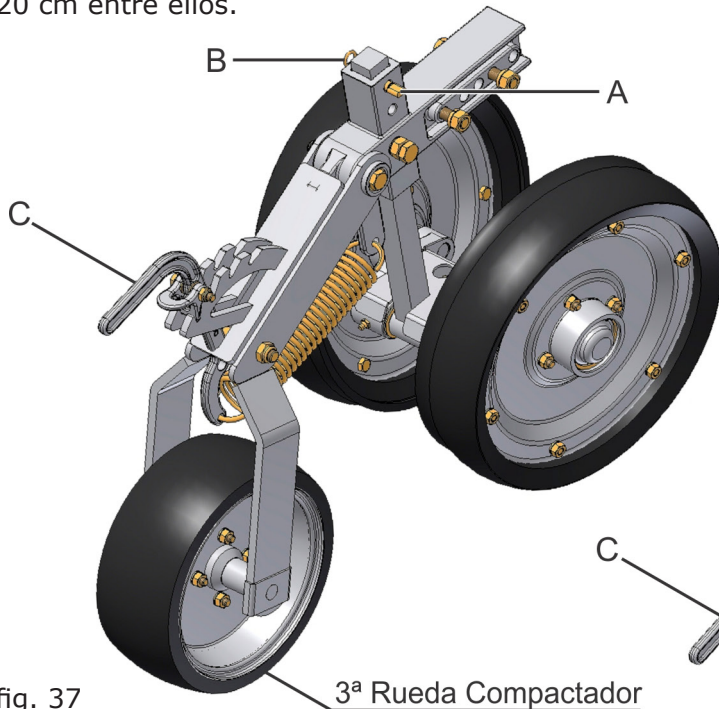

fig. 37 3ª Rueda Compactador
En cada hilera de plantío deberá ser hecho el ajuste en el pasador regulador (A) (fig. 37/38) de la siguiente forma:
- 2- Retire la grapa (B) del pasador regulador (A);
Para hacer la regulación de presión de la rueda compactadora, ajuste la presión del resorte moviendo la palanca (C) (fig. 37/38). Cuanto mayor es la presión del resorte, mayor será la presión ejercida en la semilla.
Observe si el pasador regulador (A) (Fig. 37/38) está en la misma posición en todas las hileras de plantío.